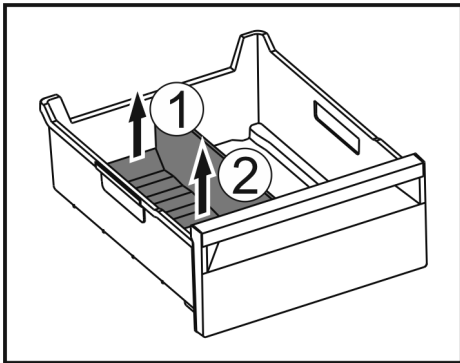

Fig. 135
- ▶ Hinteren Teil des Eisfach-Trenners anheben. Fig. 135 (1)
- ▶ Eisfach-Trenner nach oben entnehmen. Fig. 135 (2)